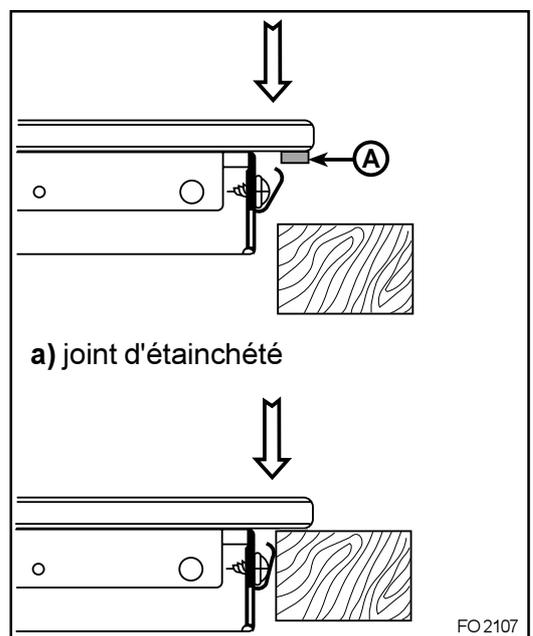

Fig.6
- 2) insérez la table dans le défoncement du meuble (Fig. 6) et poussez en bas jusqu'à ce que la table touche le fond, parvenant automatiquement à la position correcte.